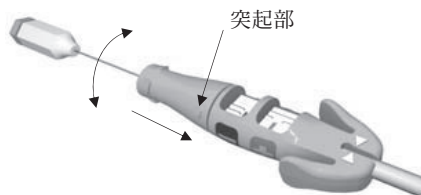

図4: 固定つまみがロックされた状態
- ③ 固定つまみを時計回りに回してスクリューを突出させ、心臓壁に固定する。固定つまみ上の突起部の動きもしくは突起部が指に当たる回数で回転数を確認する(図4)。